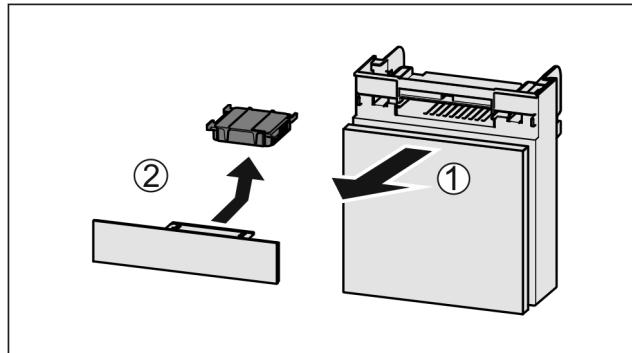

Fig. 143
- ▶ 向前拉出 Fig. 143 (1) 抽屉。
- ▶ 取出 Fig. 143 (2) 活性炭过滤器。